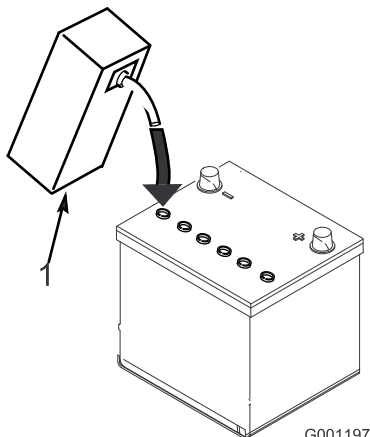

图5
3. 小心为每个电池注入电解液，直到电池极板被大约6mm 的液体覆盖（图5）。
4. 等待约 20 至 30 分钟，以便电解液渗透到极板内。必要时加注电解液，使电解液保持在加注井底部约6mm 范围内（图5）。